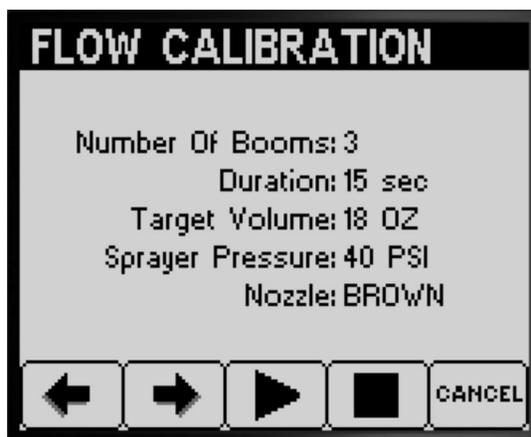

图 50
- 在接水测试回放屏幕上确认喷洒臂数量、喷嘴颜色然后按 3 号按钮开始接水测试图 50。